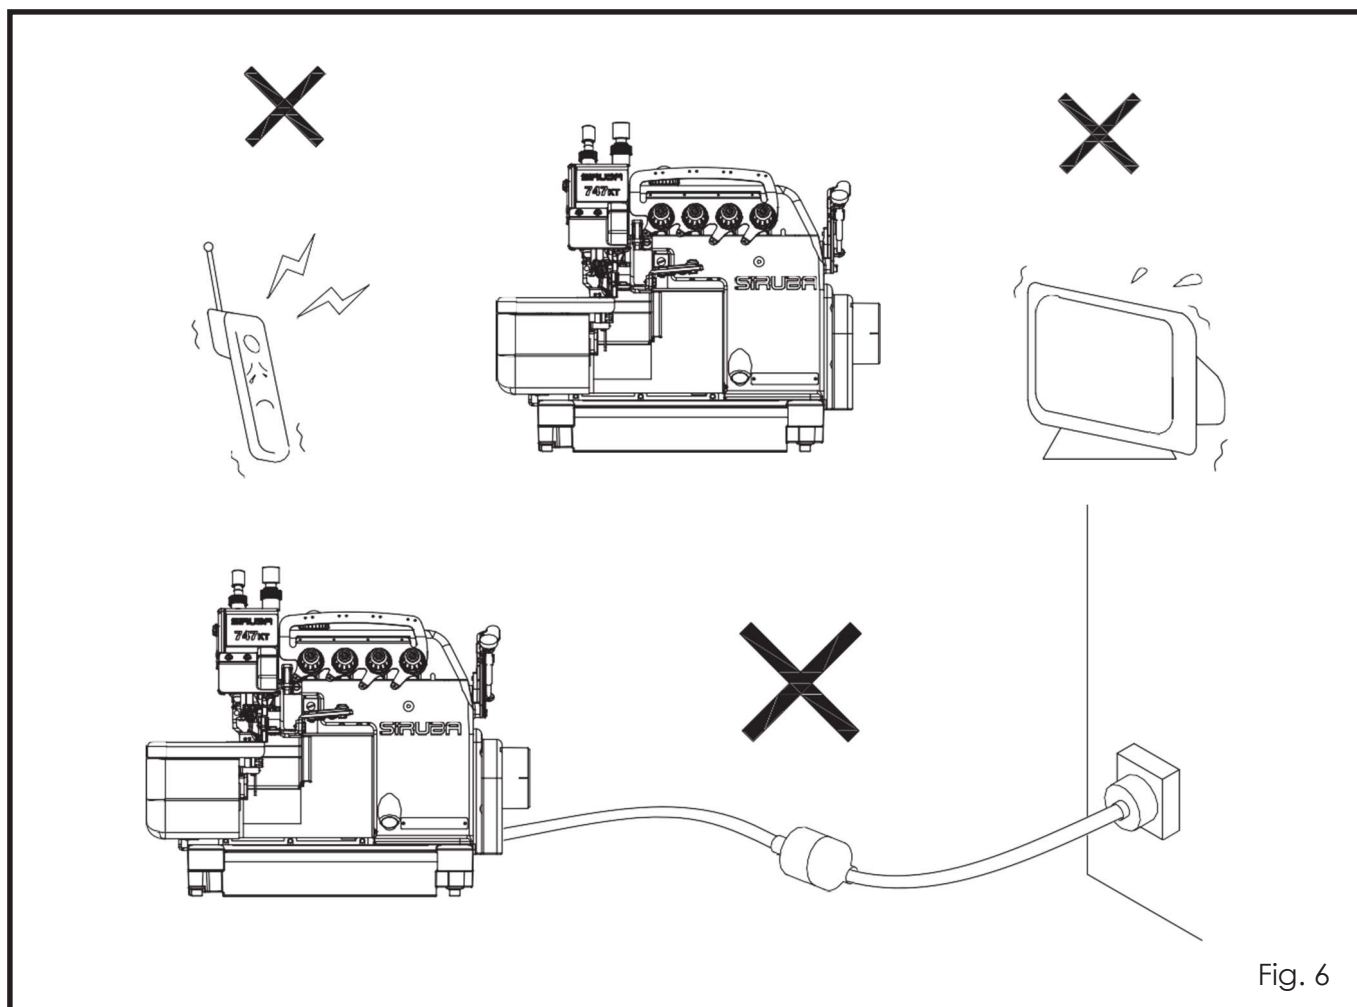

Fig. 6
1. Por favor não instale a máquina de costura próxima a equipamentos, como Televisão, Rádio ou Telefone Sem fio. Ou estes equipamentos irão experimentar interferência eletrônica. (Fig.6)